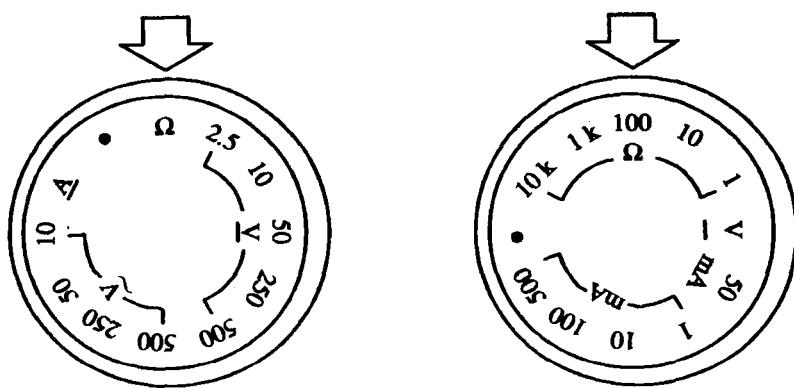

图 1.5 MF-500 型万用表档位选择示意图
(1) 检查电池。测量前，应先观察万用表电池的电压是否符合要求。以 MF-500 型万用表为例，将档位旋钮置于电阻档，再将倍率档旋钮置于 Rx1 档，然后把两表棒金属部分短接，观察指针是否能到零位。如调整电阻档调零旋钮后，指针仍不到零位，则说明电压已不足，需更换电池，如图 1.5 所示。